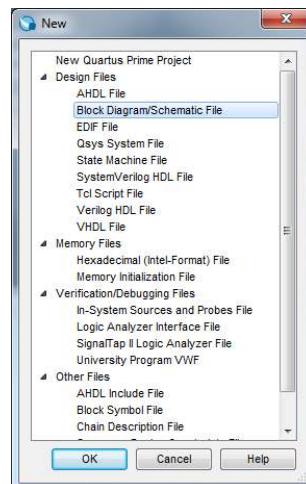

Figura 11 – Seleção do tipo de ficheiro a criar (Block Diagram / Schematic File).
3. Crie um novo ficheiro para um diagrama esquemático (menu “File → New”), de acordo com a Figura 11.